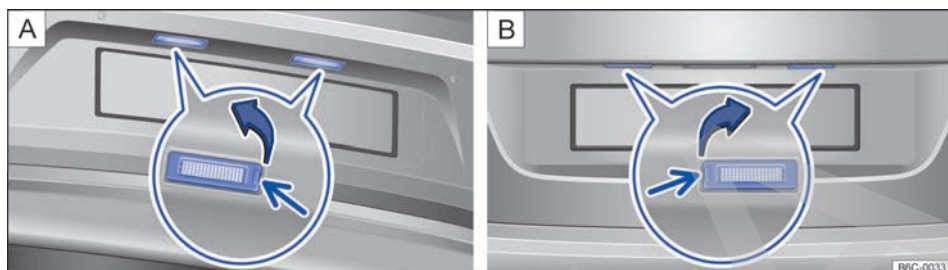

Fig. 165 Luces de matrícula: A) En el paragolpes trasero (vehículo compacto). B) En el portón del maletero (vehículo sedán, Ameo).
- 2) Presione con un destornillador en el rebaje de la luz de matrícula, en el sentido de la flecha → fig. 165.